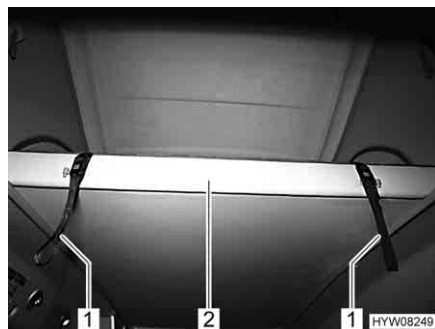

Fig. 40 Superficie utile ribaltabile
- Se la superficie utile ribaltabile è ribaltata verso l'alto: Tirare la superficie utile (Fig. 40,2) verso il basso utilizzando la cinghia ausiliaria (Fig. 40,1).